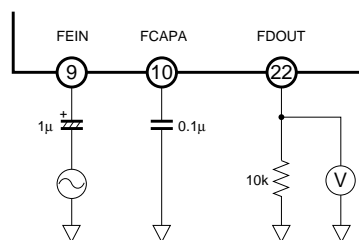
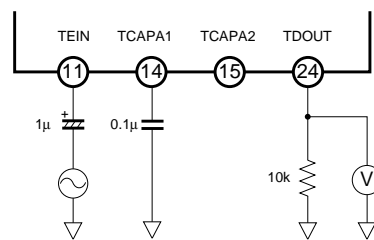
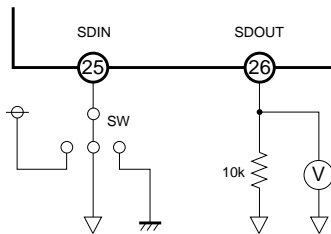
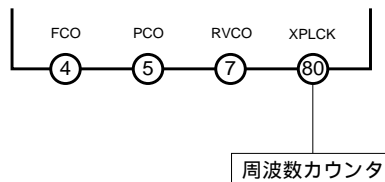

Fig.3
Fig.6
Fig.11
Fig.14
*EYE (2), MIRROR (30), DEFECT (31) は “L”入力
*FOK (33) は “H”入力
*MCK (39), DIN (40), R/W (42)はコマンド入力ライン
*FEIN (9), TEIN (11), ADJ2 (21), SDIN (25) は VC 入力
*XI (70) は 16.93MHz 入力
*RVCO (7), FCAPA (10), TCAPA1 (14), TCAPA2 (15), FDOOUT (22), TDOOUT (24), SDOOUT (26) は Fig.3, Fig.6, Fig.11, Fig.14 にしたがいます。